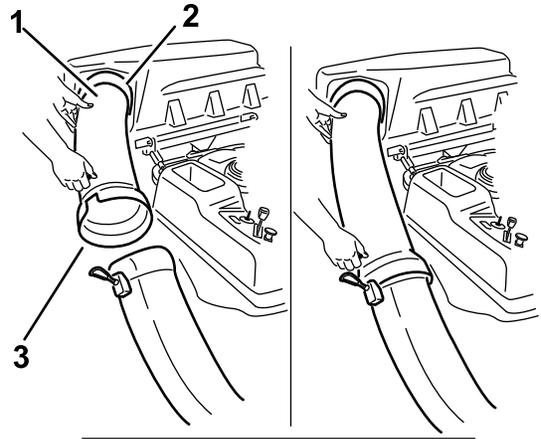

図 18
1. 排出チューブの湾曲した方の端部をバグートップの開口部に差し込む 図 18。
2. 排出チューブの広口側端部をシュートに接続する。シュートに付いているゴム製のストラップを排出チューブのペグに止めて固定する 図 18。